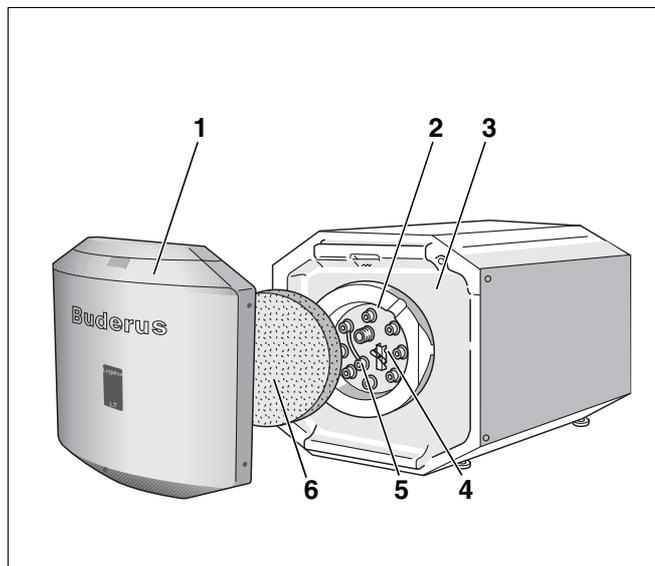

Рис. 1 Бак-водонагреватель Logalux LT135/1 – 300/1
- Емкость бака с антикоррозионной защитой. Антикоррозионная защита состоит из гигиеничной термоглазури DUOCLEAN MKT, разработанной фирмой Будерус, и дополнительной катодной защиты в виде магниевого анода (рис. 1, поз. 5), доступ к которому осуществляется через крышку смотрового люка (рис. 1, поз. 2).
- Крышка смотрового люка (рис. 1, поз. 2) для проведения техобслуживания и чистки.
- Теплоизоляция (рис. 1, поз. 3). Теплоизоляция из не содержащего вредных веществ полиуретанового пенопласта нанесена непосредственно на бак. Теплоизоляционный элемент (рис. 1, поз. 6) из пеноматериала уменьшает теплопотери через крышку смотрового люка.
- Температурный датчик (рис. 1, поз. 4). Накладной температурный датчик, смонтированный на крышке смотрового люка, регистрирует актуальную температуру горячей воды, передает ее системе управления отопительной установки, которая осуществляет регулирование для обеспечения нужной температуры.